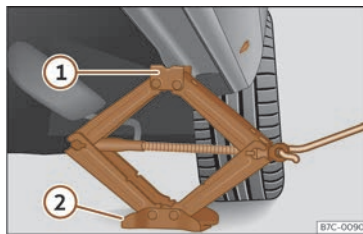

Fig. 238 Bas de caisse : emplacement du cric du véhicule.
- Tournez la manivelle du cric, placé sous le point d'appui du bas de caisse, pour le lever jusqu'à ce que l'ergot ① >>> **fig. 238** se trouve sous le logement prévu à cet effet.
- Alignez le cric de sorte que l'ergot ① « s'encastre » dans le logement prévu à cet effet sur le bas de caisse et que la plaque de base mobile ② repose sur le sol. La plaque de base ② doit se situer à la verticale du point d'appui ①.